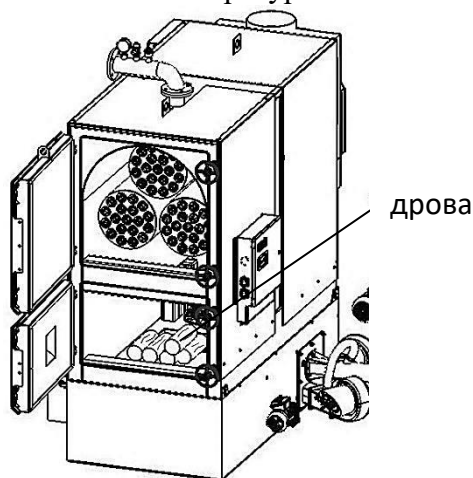
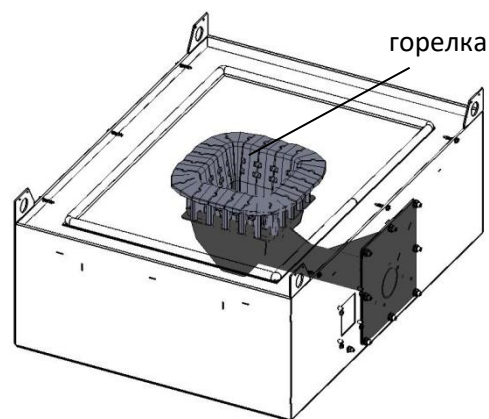

Рис. 29
Рис. 30
- 3.2.4 Закрывать горелку крышкой (рис. 30.). И положить дрова в топку котла (см рис. 29)